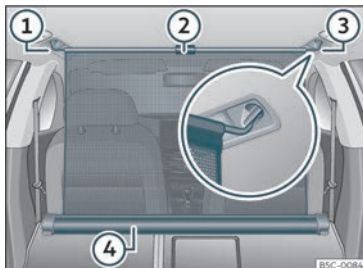

Fig. 134 Na bagageira: rede de separação fixa com os encostos do banco traseiro rebatidos.
- Puxe a aba para cima >>> **Fig. 134 ②** para tirar a rede da carcaça >>> **Fig. 134 ④**.
- Prender a rede de separação do lado esquerdo ou direito >>> **Fig. 134 ③** (imagem ampliada).
- Prender a rede de separação no alojamento do outro lado >>> **Fig. 134 ①** puxando a barra.
A rede de separação está montada corretamente quando as extremidades em forma de T estão fixas com firmeza nos alojamentos correspondentes >>> **Fig. 134 ③** e **①**.
- Enrole a rede na carcaça >>> **Fig. 134 ④** baixando-a manualmente.